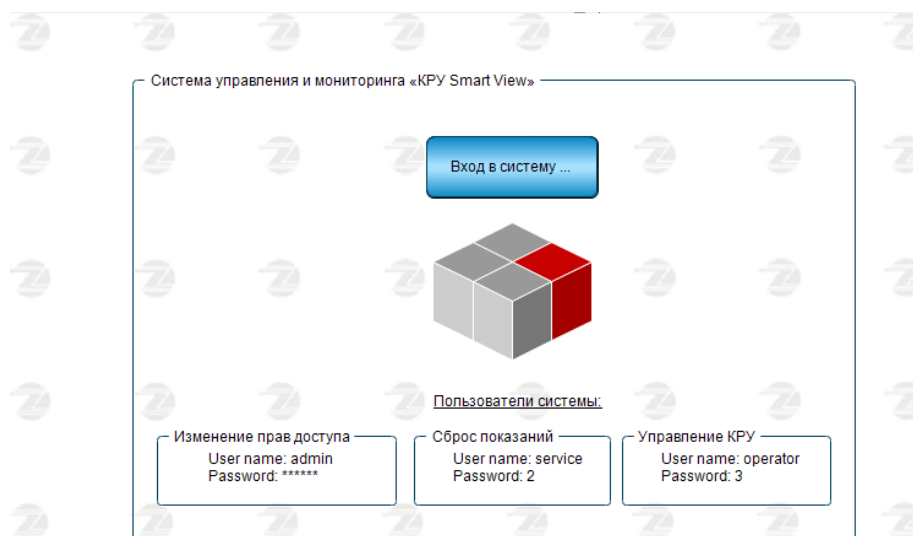

Рис.20 Экран «Защита паролем».
Для перехода в раздел необходимо нажать кнопку «Защита паролем». Экран «Защита паролем» сенсорной панели показан на рис.20.
После блокировки экрана, как показано на рис.20, сенсорная панель продолжает свою работу в штатном режиме.
3. включение и отключение экранной заставки, как показано на рис.20 (через 1 мин. после прекращения работы оператора с сенсорной панелью экран выключится автоматически, по-умолчанию экранная заставка отключена).